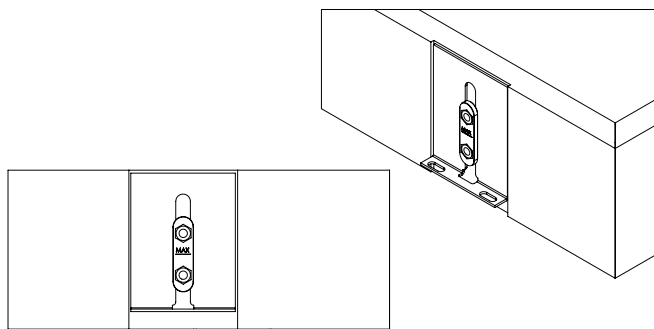

図12
5. 提供されている8つの小ネジでL-ブラケットをタブに固定します。(図12をご覧ください)